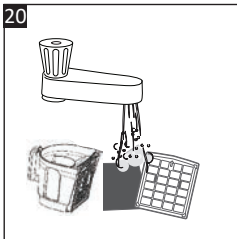

Fig. 20
6. Tenez le filtre éponge (22) avec le côté sale vers le bas et rincez-le sous le robinet avec de l'eau tiède jusqu'à ce que l'eau soit claire (Fig. 20). Rincez le filtre HEPA (23) de la même manière.
7. Rincez l'intérieur du compartiment à poussière (11) à l'eau tiède.